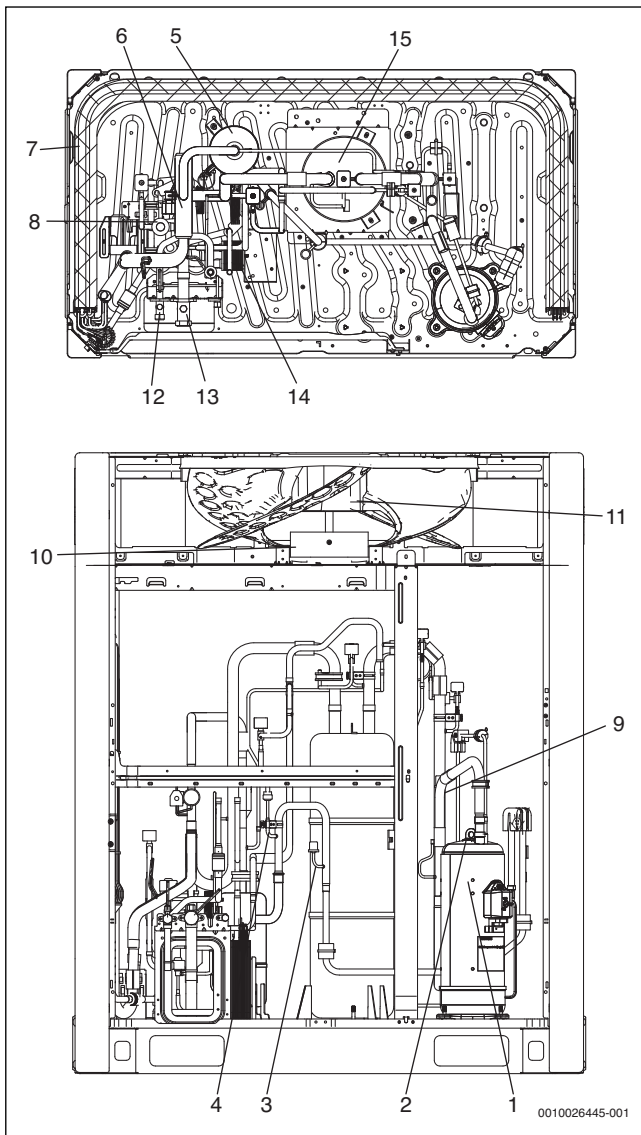

Рис. 3 Расположение компонентов
**Обозначения на рис. 3 и 4:**